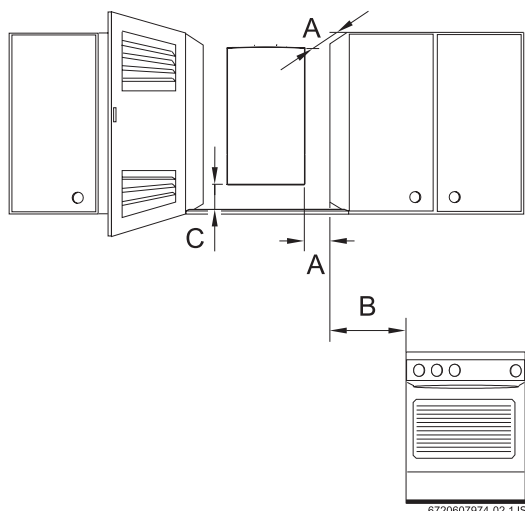

Fig. 7 Distanțe minime
- ▶ Se va asigura acces fără obstacole pentru lucrările de montaj și întreținere - pentru aceasta respectați informațiile referitoare la distanțele minime specificate în Fig. 7.